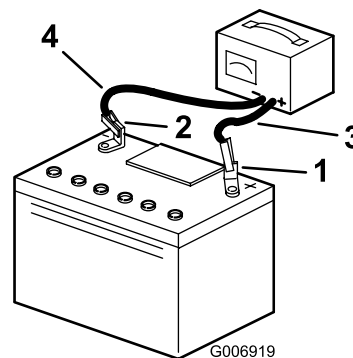

Figura 26
5. Desconecte los cables del cargador de los bornes de la batería (Figura 26).